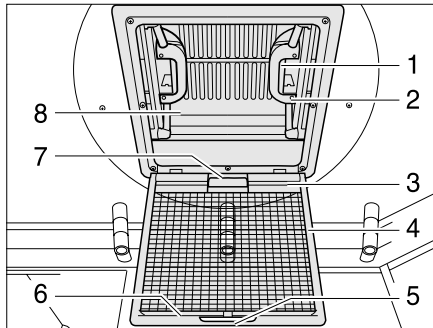

Bild 23 Dachhaube mit Schnappverschluss
- ▶ Am Griff (Bild 23,5) ziehen.
- ▶ Insektenschutz (Bild 23,4) nach unten klappen.
- ▶ Schnappverschluss (Bild 23,1) zur Innenseite der Dachhaube (Bild 23,8) drücken.
- ▶ Gleichzeitig mit dem Griff (Bild 23,2) die Dachhaube nach oben drücken.
- ▶ Insektenschutz (Bild 23,4) nach oben schwenken, bis er einrastet.
- ▶ An beiden Griffen (Bild 23,2) die Dachhaube (Bild 23,8) kräftig nach unten ziehen, bis beide Schnappverschlüsse (Bild 23,1) eingearastet sind.
- ▶ Verdunklungsrollo am Griff (Bild 23,7) ziehen und Hakenleiste (Bild 23,3) in die Halteleiste (Bild 23,6) am Insektenschutz einhängen.
- ▶ Hakenleiste (Bild 23,3) von der Halteleiste (Bild 23,6) lösen und Verdunklungsrollo langsam zurückführen.